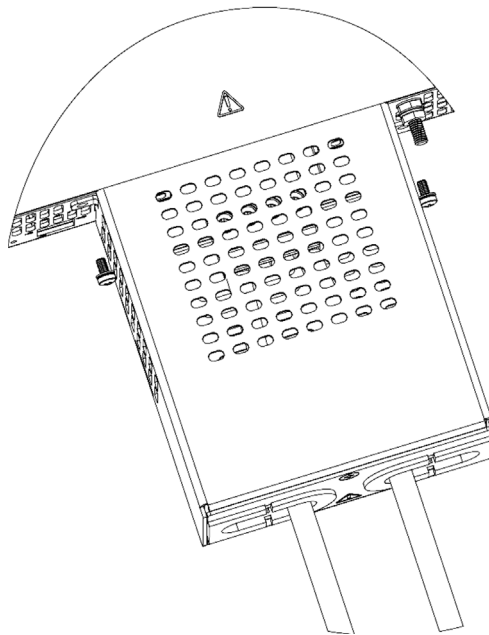

图 4-73: 输出连接器保护组件
6. 将输出保护盖固定到电源后面板上，并拧紧螺钉，如图 4-73 所示。紧固扭矩：4.7 - 5.7 Lb.-inch (0.53 - 0.64 Nm)。